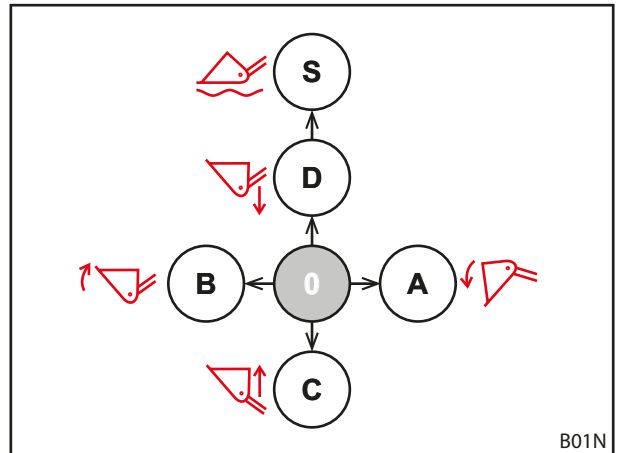
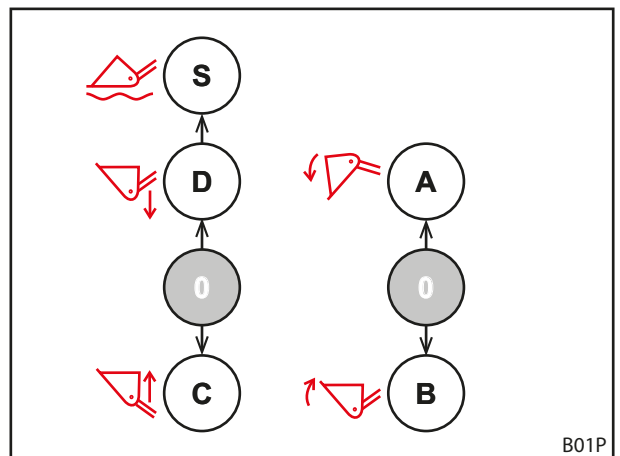

Fig. 58 Beläggning vid en manöverspak
Fig. 59 Beläggning för 2 manöverspakar
Bilderna visar beläggningen för en (1) manöverspak (se Fig. 58) och två (2) manöverspakar (se Fig. 59) sett uppifrån.